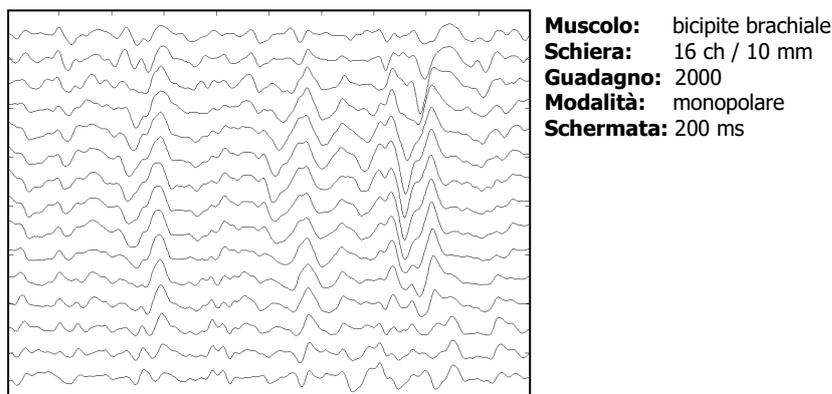

FIG. 15: Esempio di segnale EMG di buona qualità acquisito in modalità monopolare
- Chiedere al paziente di eseguire delle contrazioni di prova e controllare la qualità del segnale. Un segnale acquisito correttamente in modalità monopolare si presenta come in FIG. 15. Se sono presenti interferenze, provare ad utilizzare la fascetta aggiuntiva DRL OUT (FIG. 10).